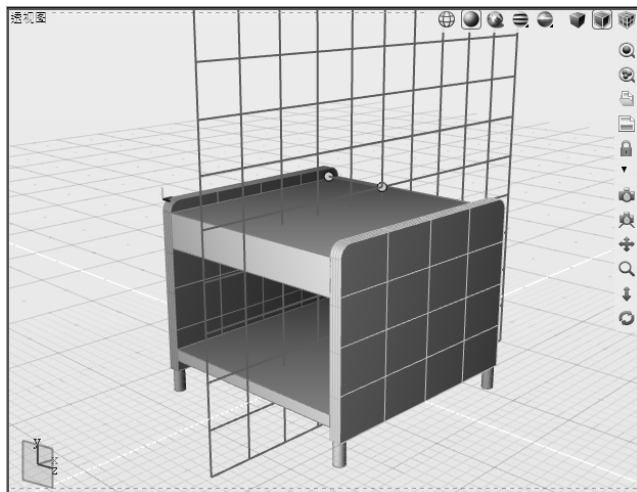

图 5-19 插入新的镜像源对象
5) 与此同时，控制台提示“拾取要镜像的对象”，则在全局浏览器中选择“倒圆角#1”作为新的镜像源对象，如图 5-19 所示。